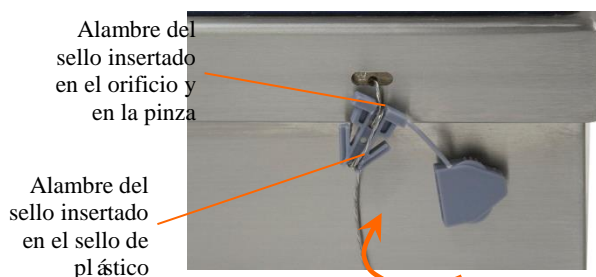

Figura 1-13: Sello insertado y listo para cerrarse
Para ver los detalles de sellado del terminal T72XW, consulte la figura 1-13 y siga estos pasos:
1. Inserte el extremo del cable de alambre a través del orificio del sello de plástico (como se muestra en la figura 1-13), elimine cualquier holgura en el cable y cierre bien el sello.